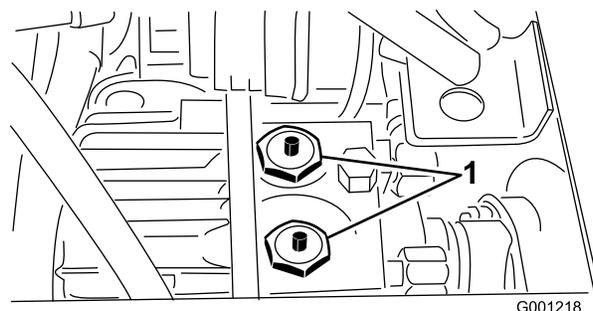

Figura 33
2. Quando spingete o trainate la macchina tenete premuti gli spilli posizionati al centro dei 2 gruppi delle valvole di ritegno nella parte superiore della trasmissione (Figura 33). La Figura 33 illustrata senza sedile e piastra di montaggio del sedile.